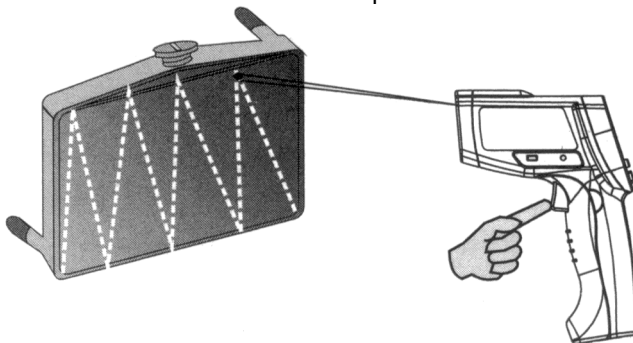

Рисунок 5
2. Обнаружение зоны нагрева (см. рисунок 5)